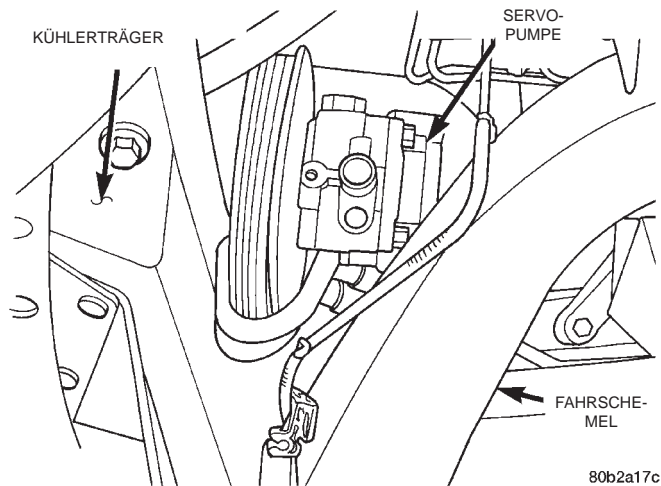

Abb. 12 Servopumpe aus-/einbauen
- (13) Die drei Schrauben lösen, mit denen die Servopumpe an ihrer Halterung montiert ist.
- (14) Servopumpe zusammen mit der Riemenscheibe vom Motor abbauen. Die Pumpe lässt sich von der Unterseite des Motorraums durch die Öffnung zwischen Kühlerträger und Fahrschemel herausnehmen (Abb. 12).
- (15) Verwendbare Anbauteile abbauen und an der neuen Servopumpe montieren. Siehe Abschnitt "Zerlegung und Zusammenbau" in diesem Kapitel.
- (1) Servopumpe in ihre Halterung im Fahrzeug einbauen. Der Einbau erfolgt in umgekehrter Reihenfolge wie der Ausbau (Abb. 12).
- (2) Die drei Befestigungsschrauben der Servopumpe locker in die Halterung eindrehen.